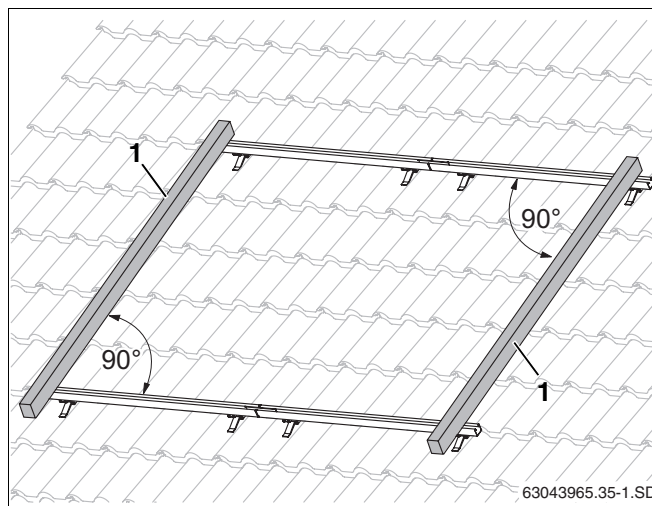

Fig. 33 Mettere a livello le guide profilate
- Disporre le guide profilate superiori e inferiori l'una accanto all'altra in modo da formare delle file, e allinearle orizzontalmente (fig. 33, servirsi di una livella a bolla d'aria).
Misurare le diagonali oppure mettere p. e. un listello da tetto (fig. 33, **pos. 1**) alle estremità delle guide profilate. L'angolo fra il listello da tetto e le guide profilate deve essere di 90°. Mettere a livello le guide profilate tramite i fori oblunghi.